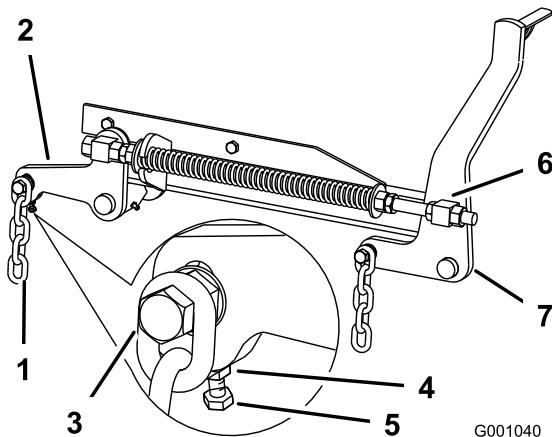

Figure 72
7. Si la distance mesurée au point **B** ou **C** n'est pas correcte, desserrez le boulon de fixation de la chaîne arrière au bras de support arrière (Figure 72).
8. Desserrez lécrou de blocage sous le bras de support arrière et agissez sur le boulon de réglage de manière à obtenir une distance de 79 à 83 mm (Figure 72).
7. Desserrez d'environ 13 mm les écrous de blocage à l'avant des pivots avant gauche et droit (Figure 72).
8. Réglez les écrous de relevage sur les côtés gauche et droit de la machine de manière à abaisser l'avant de 6 à 10 mm au point **A** par rapport au point **B** à l'arrière (Figure 72).